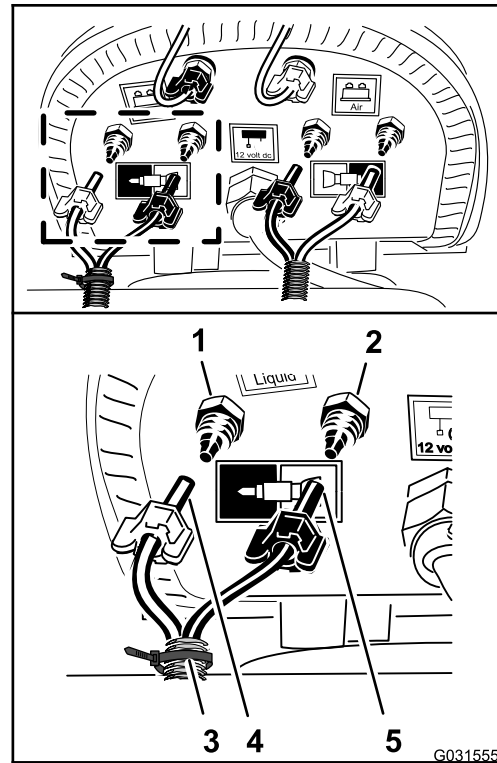

Bild 174
- Schließen Sie die Schläuche mit dem Kabelbinder an, den Sie in Schritt 9 in Abnehmen der Flüssigkeits- und Luftschläuche von der Maschine \(Seite 9\) vorbereitet haben, und fluchten Sie den blauen Schlauch für den rechten Auslegerabschnitt mit dem Druckanschlussstück für den Wasserkreislauf des rechten Auslegerabschnitts aus (Bild 174).
- Befestigen Sie die Druckmutter für den Schlauch auf dem Anschlussstück und ziehen die Mutter mit der Hand an (Bild 174).
- Fluchten Sie den durchsichtigen Schlauch für den rechten Auslegerabschnitt auf dem Druckanschlussstück für den Luftkreislauf für den rechten Auslegerabschnitt aus (Bild 174).